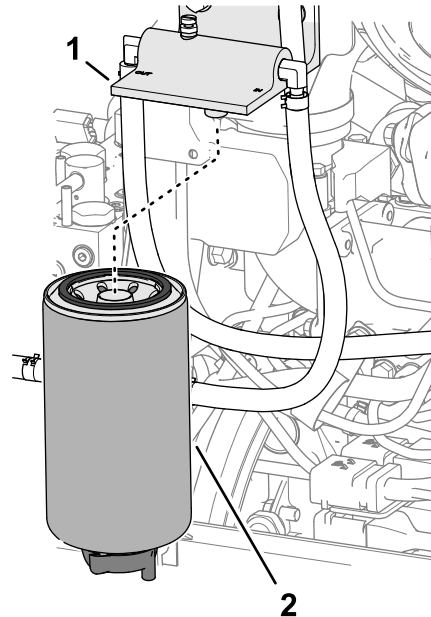

Figure 129
2. Nettoyez le filtre séparateur carburant-eau et la tête de filtre (Figure 129).